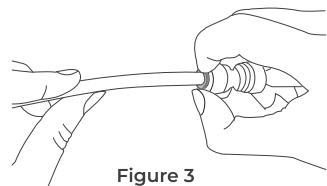

Figure 3
- Utilisez votre pouce et votre index pour appuyer sur la douille de verrouillage. Utilisez votre autre main pour tirer le tube de raccord (**Figure 3**).